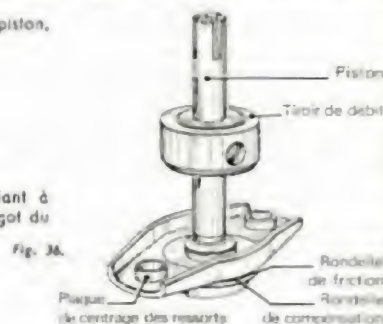

Fig. 36.
- la plaque de centrage des ressorts (fig. 36),